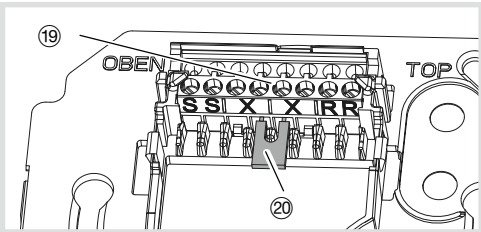

Bild 8: Anschluss-Klemmblock
Die beiden Klemmen X/X sind je doppelt ausgeführt (gebrückt) für ein- und abgehende 2Draht-Busleitung (Bild 8).
- Zugehörigen Etagenlasters an den Anschlussklemmen R/R anschließen (Bild 8).